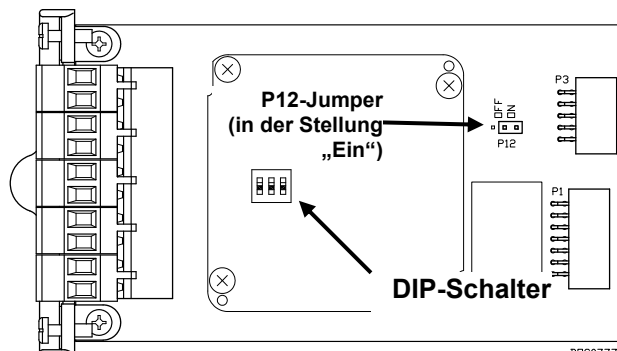

Abbildung 7. P12-Jumper am H1-PWR-Modul
- Positionieren Sie das Modul entsprechend der Darstellung in Abbildung 7.